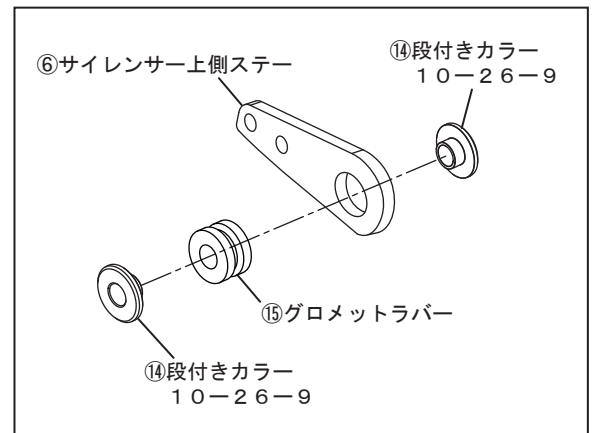

FIG. 8
6. ⑭段付きカラー10-26-9、⑮グロメットラバーを⑥サイレンサー上側ステーに取り付けて下さい。
次に、③サイレンサーバンドに④サイレンサーバンド用スペーサーラバーを取り付けてから②サイレンサーに通し、サイレンサーカバー前端から62mmの位置に③サイレンサーバンド前端を合せてから⑦ボタンボルトM6×15、⑨SUSワッシャM6×13、⑫フランジナットM6を使用して、⑥サイレンサー上側ステーを仮締めして下さい。(FIG. 8, 9, 10参照)